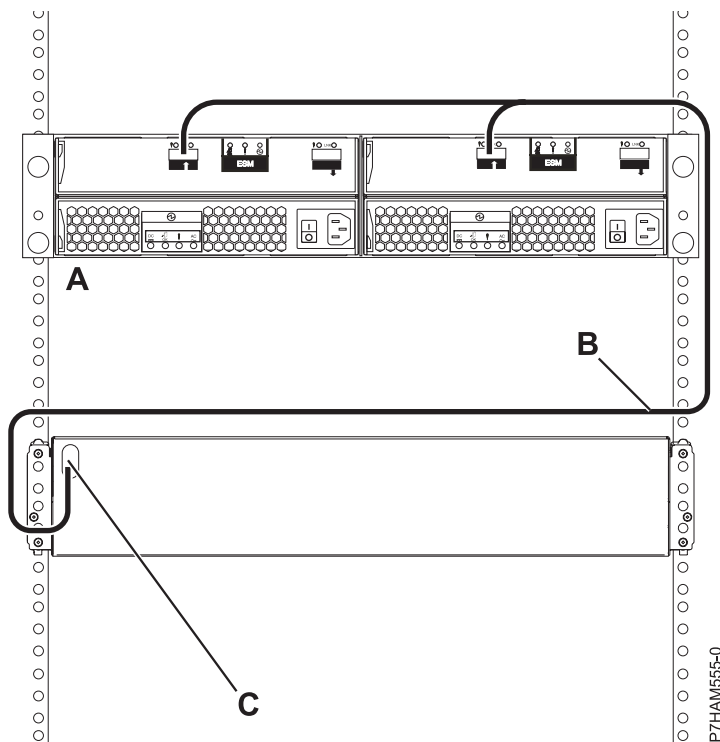

Figure 32. Connexion d'un boîtier d'unité de disque 58/86 à l'aide d'un câble Y1 à un système avec prise en charge d'un tiroir SAS unique
8. Effectuez la connexion d'un boîtier d'unité de disque 58/86 (A) à l'aide d'un câble YI (B) à un système avec prise en charge d'un tiroir SAS unique (C), comme illustré dans la figure 32, à la page 66.